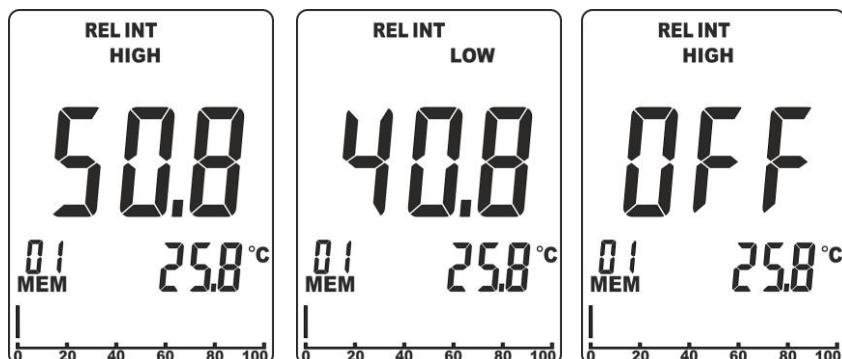

Fig. 6: Configuração do patamar de alarme na medição MOI INT e MOI EXT
1. Premir simultaneamente durante alguns segundos os botões **MOI** e **MODE/ZERO**. O símbolo “**HIGH**” aparece na parte superior do display (ver Fig. 6 – parte esquerda)
2. Usar os botões seta **◀** ou **▶** para configurar o valor do patamar Máximo no intervalo: **0.1% ÷ 99.9%**. Nestas condições, o instrumento emitirá um som **contínuo** por valor medido da humidade superior ao patamar configurado. Selecionar a opção “**OFF**” para desativar o alarme (ver Fig. 6 – parte direita)
3. Premir o botão **MEM/ALM** para confirmar e passar para a configuração do patamar Mínimo. O símbolo “**LOW**” aparece na parte superior do display (ver Fig. 6 – parte central)